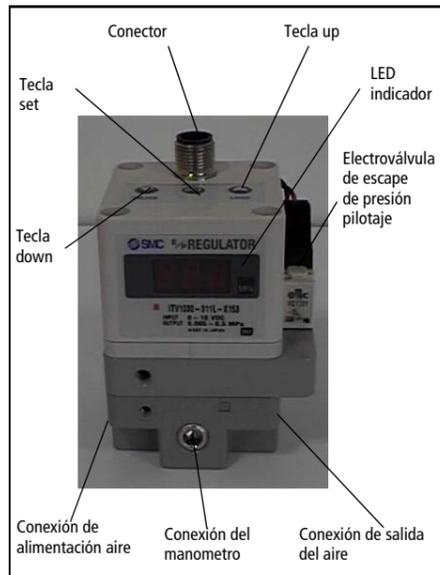
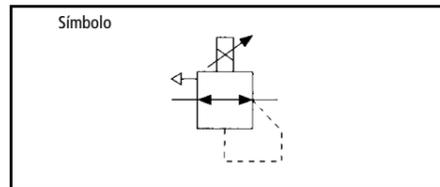

Fig. 1
Fig. 2
- Para ajustar la presión mínima (en el indicador LED aparece F-1) utilice las teclas up/down (Fig 1) luego presione la tecla 'Set' (Fig 1) para 'fijar' el ajuste.
- Para ajustar la presión máxima (en el indicador LED aparece F-2) utilice las teclas up/down (Fig 1) luego presione la tecla 'Set' (Fig 1) para 'fijar' el ajuste.
- Para ajustar la salida digital 1 (en el indicador aparece P-1) utilice las teclas up/down (Fig 1) luego presione la tecla 'Set' (Fig 1) para 'fijar' el ajuste.
- Para ajustar la salida digital 2 (en el indicador aparece P-2) utilice las teclas up/down (Fig 2) luego presione la tecla 'Set' (Fig 1) para 'fijar' el ajuste.
Tras conectar la alimentación, las teclas se bloquean y no son utilizables. 'Loc' Si se presiona cualquier tecla, en el display (Fig.1) parpadea la indicación 'Loc'.
- 1) Presione la tecla 'Down' (Fig 1) durante más de 2 segundos.
- 3) Presione la tecla 'set' (Fig 1) para bloquear.
**Nota: Para anular, presione la tecla 'Up' (Fig 1).**
- 1) Presione la tecla 'Up' (Fig 1) durante más de 2 segundos.
- 3) Presione la tecla 'Set' (Fig 1) para bloquear.
**Nota: Para anular, presione la tecla 'Down' (Fig 1).**
Si el equipo ITV1000 detecta alguna anomalía el indicador LED (Fig 1) muestra 'Er' seguido de un código. Desconecte la alimentación, averigüe el problema y resuélvalo. Tras corregir el fallo, reinstaure la alimentación eléctrica.
Presione las teclas 'Up' y 'Down' (Fig 1) conjuntamente durante más de 3 segundos. El indicador muestra 'RES'. Para que las presiones mínima y máxima y las salidas digitales P1 y P2 vuelvan a su condición inicial, libere las teclas.
Nota: Si la fuente supera los 30mA el sensor se visualizará en el indicador LED (Fig 1) mostrando 'Er 5'.